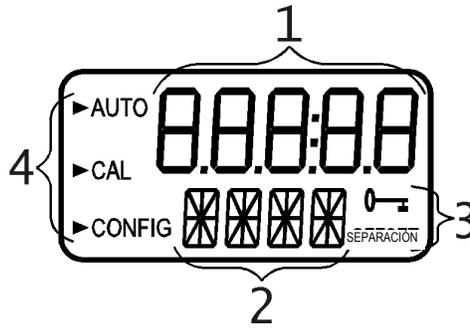

Figura 1: Pantalla utilizada en el instrumento.
En la Figura 1 se ilustran todos los elementos que pueden aparecer en la pantalla. La fila superior de la pantalla (1) se utiliza para reportar los niveles de cloro y para proporcionar orientación al usuario en cuanto a la rutina de configuración del cliente. La fila inferior de la pantalla (2) se utiliza para comunicar mensajes de error (cola de mensajes) y dar ayuda al usuario. La pantalla tiene dos iconos (3) que sirven para indicar el uso del código de acceso y el modo de compensación. Además, las flechas de modo (4) se usan para indicar el modo de operación actual del instrumento; AUTO (operación normal), CAL (calibración) y CONFIG (configuración).